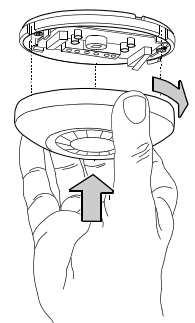

图 2 - 移开前盖
**C.** 如图2所示，托住底板，逆时针方向扭开前盖，将前盖与底板相分离。